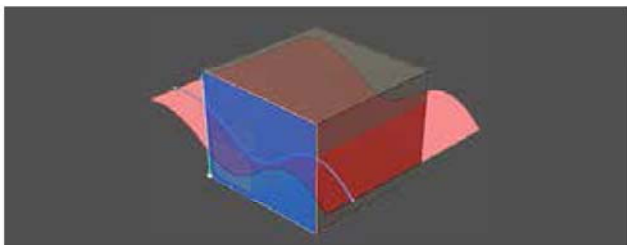

图 2-75
(10) **分割面**: 使用选定的面、轮廓或平面作为切割工具来分割面。选择要修改的面, 然后选择分割源面的轮廓、面或平面, 如图 2-75 所示。